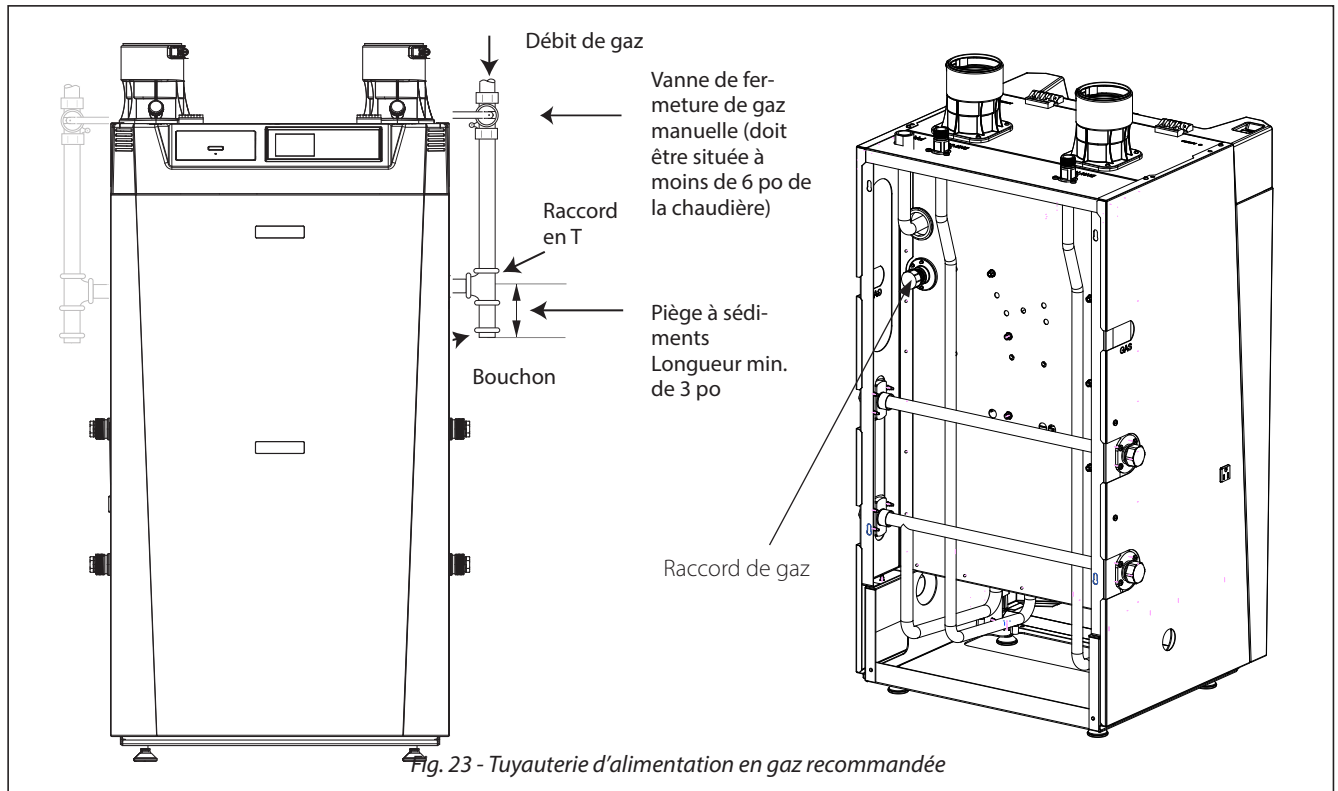

Fig. 23 - Tuyauterie d'alimentation en gaz recommandée
2. Installez une vanne de fermeture manuelle dans la tuyauterie d'alimentation en gaz, comme illustré à la Fig. 23 ci-dessus. En ce qui concerne les installations au Canada, l'installateur doit étiqueter et identifier la vanne de fermeture principale.
3. Installez un piège à sédiments (collecteur de sédiments) sur la ligne d'alimentation en gaz avant de raccorder le circuit de gaz Instinct FSB comme illustré à la Fig. 23 ci-dessus.